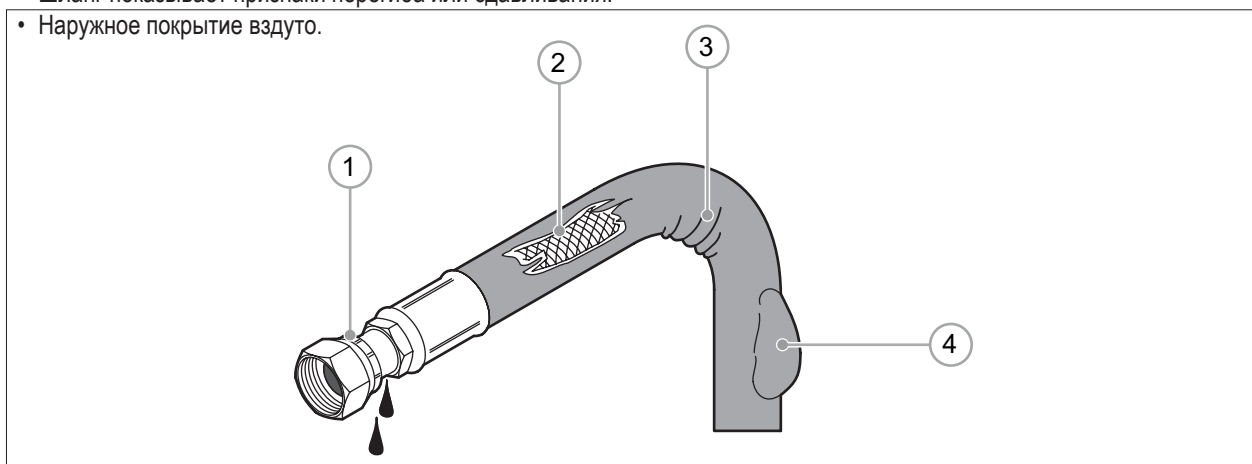

РИС. 41
- 3) Если есть какие-либо признаки повреждения, не работайте на машине, пока не будет сделан ремонт. Некоторые примеры общего повреждения гидравлического шланга показаны на **РИС. 41**.